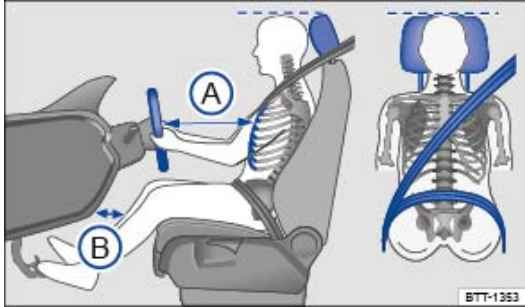

Fig. 26 Schéma de principe : distance correcte du conducteur par rapport au volant, ajustement correct de la sangle et réglage correct de l'appui-tête
- Réglez l'appui-tête de manière à ce que son bord supérieur soit, si possible, sur la même ligne que la partie supérieure de la tête, mais pas plus bas que les yeux. Positionnez toujours l'occiput le plus près possible de l'appui-tête ⇒ Fig. 26.
- Réglez le volant de sorte que la distance entre celui-ci et votre sternum soit de 25 cm au minimum ⇒ Fig. 26 A et de manière à pouvoir le tenir en plaçant vos deux mains à la périphérie avec les bras légèrement pliés ⇒ *Volant*.
- Réglez le siège du conducteur en longueur de sorte que vous puissiez enfoncer les pédales en ayant les jambes légèrement pliées et que la distance par rapport au tableau de bord au niveau des genoux soit de 10 cm au minimum ⇒ Fig. 26 B.